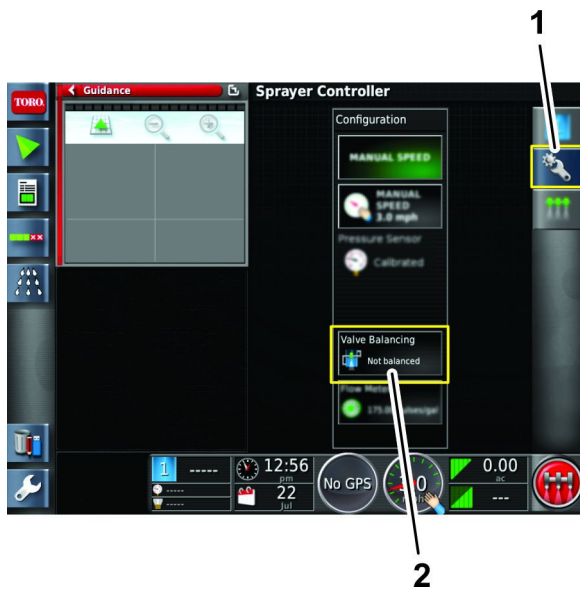

Рисунок 133
- Нажмите на значок конфигурации, затем нажмите на значок мастера балансировки клапанов (Рисунок 133).